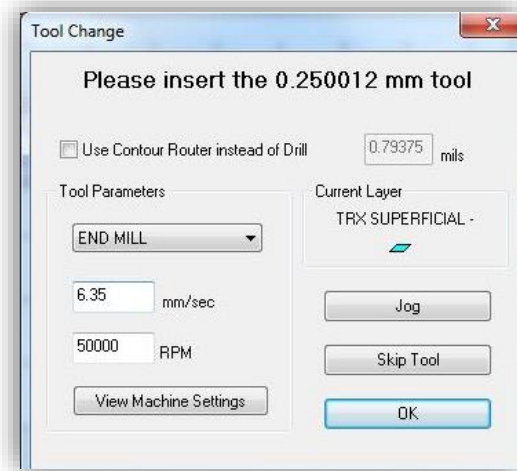

Figura 80. Ventana de configuración de velocidades.
- 45.Emerge una ventana que permite configurar la velocidad de giro de la herramienta (broca) y la velocidad del procedimiento de grabado. En la figura 80 se especifica cual es la velocidad de grabado y la velocidad de giro en la ventana.